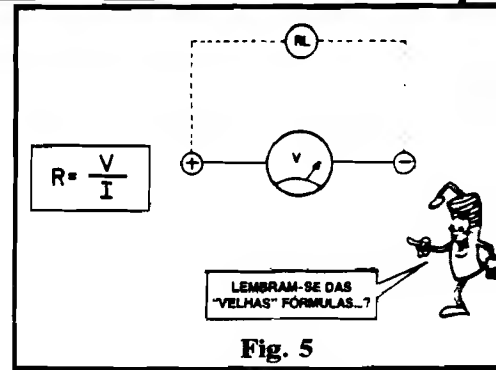

Fig. 5
- **FIG. 5** - Vejamos, agora, como é fácil “transformar” um galvanômetro (correntímetro) num medidor de Tensão (voltímetro)... Recordando uma das fórmulas básicas, derivada da Lei de Ohm (o onipresente “fundamento matemático” da Eletro-Eletrônica...), temos que a Resistência (R) é determinada pela relação entre a Tensão (V) e a Corrente (I). Assim, uma Tensão fixa determina uma Corrente inversamente proporcional à Resistência que tem